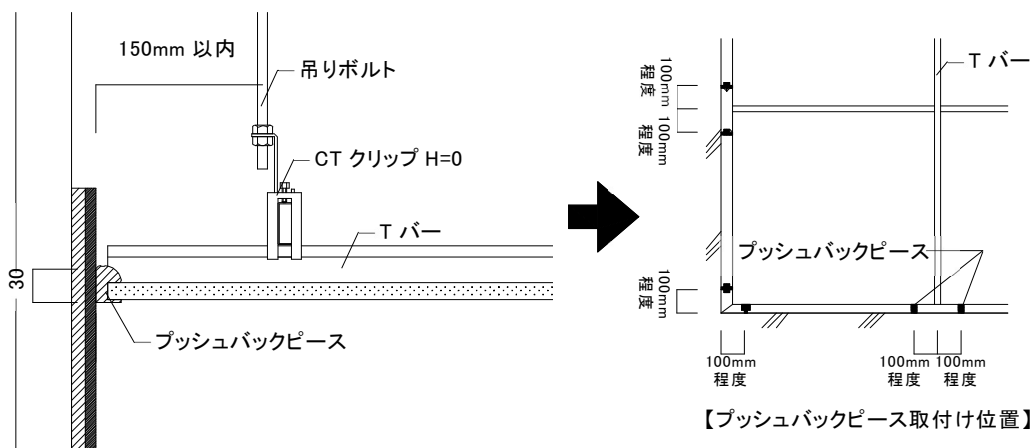

図2-8-2 プッシュバックピースの設置例
6) Tバーと同様に天井板にクリアランスを設置した場合は、廻り縁にゴムスポンジ(プッシュバックピース)をTバーから 100 mm程度の両端位置に貼りつけること。(図 2-8-2 参照)